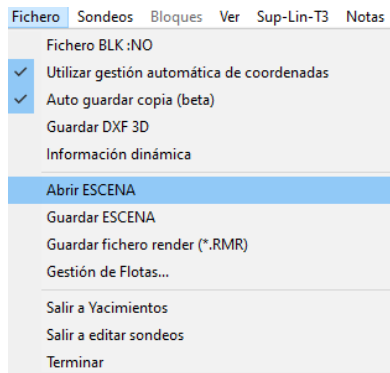

Figura 493. Abrir Escena.
66. En el menú superior, seleccionar el botón “Fichero” y dar clic en “Abrir escena”. Figura 493.